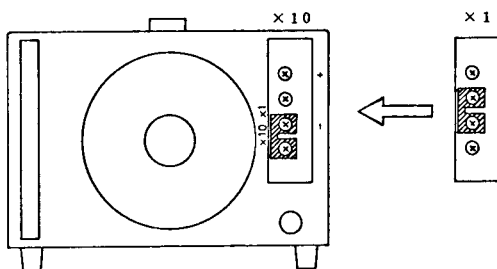

図2-5-1
- (1) 図2-5-1のように、後面のDC INPUT端子台のショートピースを、×1から×10へ移します。